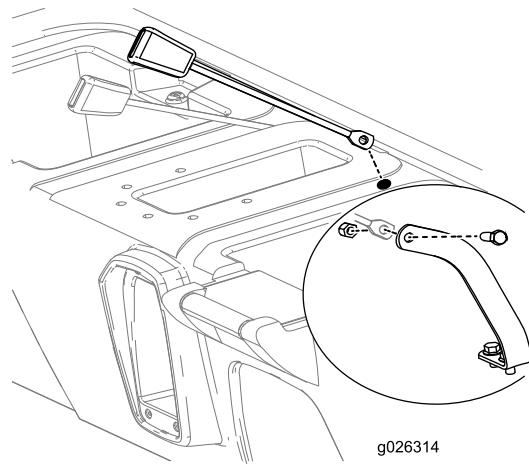

Figura 11
8. Introduzca el extremo de montaje del receptor de enganche de cada cinturón de seguridad por uno de los orificios que acaba de perforar en la base del asiento (Figura 11).
9. Monte el extremo del receptor de cada cinturón de seguridad en el anclaje de cinturón de seguridad con un perno (7/16") y una tuerca (7/16"), como se muestra en la Figura 11.